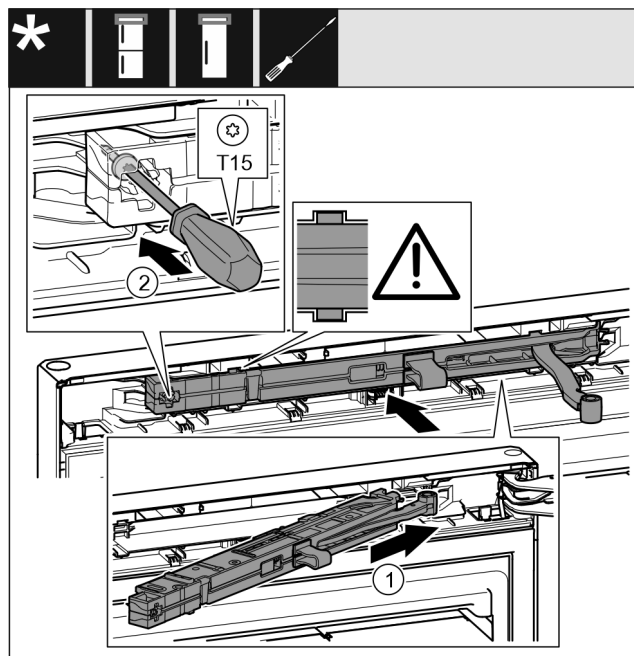

Fig. 69
- ▶ 将托架侧面的关门阻尼单元 Fig. 69 (1) 倾斜插入凹槽直至止挡装置。
- ▶ 用螺丝刀拧紧螺钉 Fig. 69 (2)。